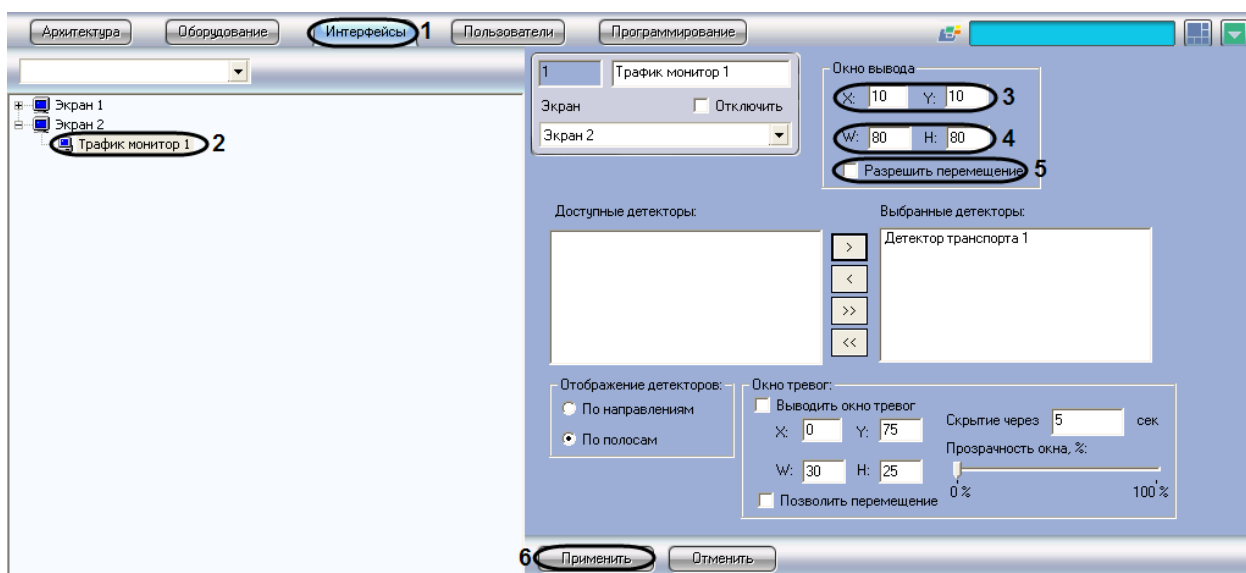

Рис. 7.8—1. Настройка размещения диалогового окна «Трафик монитор»
1. Перейти на вкладку «Интерфейсы» диалогового окна «Настройка системы» (см. Рис. 7.8—1, 1).
2. Выбрать в дереве объект «Трафик монитор» (см. Рис. 7.8—1, 2).
3. По умолчанию диалоговое окно «Трафик монитор» выводится в центральной части экрана (с координатами положения верхнего левого угла: $X = 10$, $Y = 10$). Для изменения положения на экране необходимо задать координаты его расположения в полях «X» и «Y» (см. Рис. 7.8—1, 3). Значения полей «X» и «Y» соответствуют координатам расположения левого верхнего угла диалогового окна на экране и выражаются в процентном соотношении относительно размеров экрана по горизонтали и вертикали соответственно.
4. По умолчанию диалоговое окно «Трафик монитор» занимает 64 % от общего пространства экрана (80% ширины и высоты экрана). Для изменения размера диалогового окна необходимо задать его ширину в поле «W» и высоту в поле «H» (см. Рис. 7.8—1, 4). Значение полей «W» и «H» выражаются в процентном соотношении относительно размеров экрана по горизонтали и вертикали соответственно.
5. По умолчанию диалоговое окно «Трафик монитор» нельзя свободно перемещать по экрану. В том случае, если требуется разрешить перемещение диалогового окна, необходимо активировать флажок «Разрешить перемещение» (см. Рис. 7.8—1, 5).
6. Нажать кнопку «Применить» (см. Рис. 7.8—1, 6).